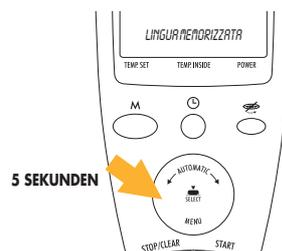

Abb. 11
- 9) **Keine Eier mit der Schale kochen:** Der sich in ihrem Inneren bildende Druck könnte zur Explosion des Eis führen (auch nach Kochende). Bereits gekochte Eier nicht erwärmen, es sei denn Rührei (Abb. 11).